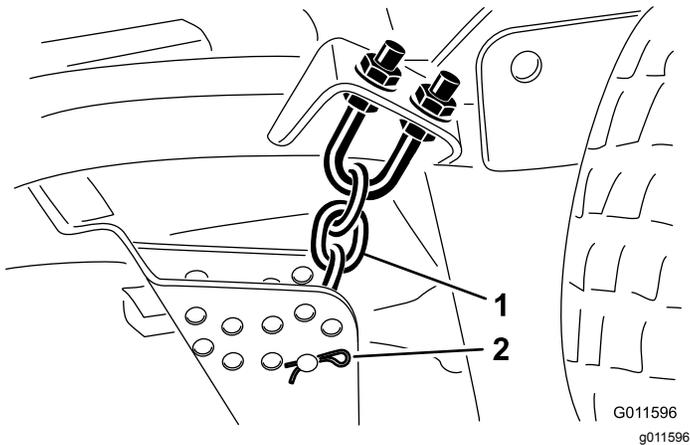

Figura 17
8. Retire la chaveta y el pasador que fijan las cadenas de ajuste de la altura de corte a la parte trasera de la unidad de corte (Figura 17).